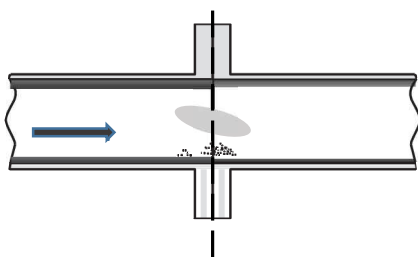

Figure 8. 설치방향 1.
- . 슬러리 및 침전물 발생이 가능한 배관에 설치할 경우, 수평 방향으로 밸브를 설치해 줍니다. (Figure 8. 참조)